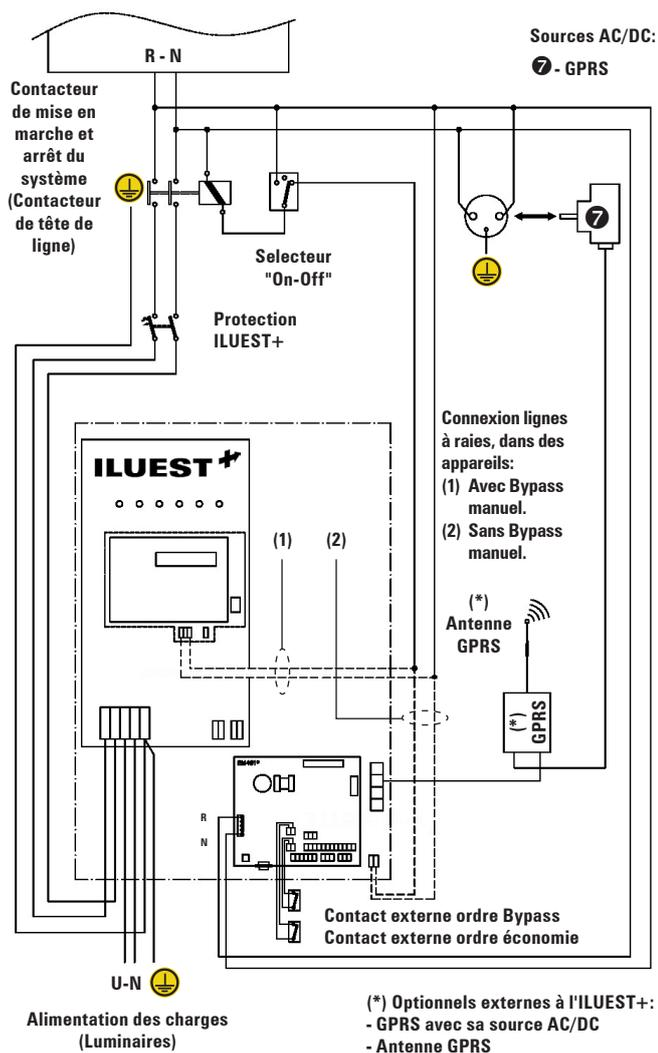

Fig. 21. Schéma connexion exécution (**T**) ou (**I**) monophasé.
- Appareil à concentrateur (BM491\*) avec ou sans Bypass manuel, cf. figures 21 pour appareils monophasés ou 22 pour les triphasés.
- Pour des appareils monophasés, prendre les 2 fils (phase R et neutre) provenant du réseau et avant le contacteur de tête et les connecter aux cosses identifiées sur l'unité BM491\*, en respectant l'ordre de la phase et du neutre (Cf. figure 21).
- Pour la connexion d'un appareil en exécution (**T**) ou (**I**), comme il incorpore de série la carte concentratrice de base BM491\*01, voire l'optionnel BM491\*00. Le contrôle du contacteur de tête est réalisé à travers le contrôle du synoptique avec écran LCD et l'alimentation de celui-ci à travers de l'une des deux cartes concentratrice (Cf. figures 21 et 22).